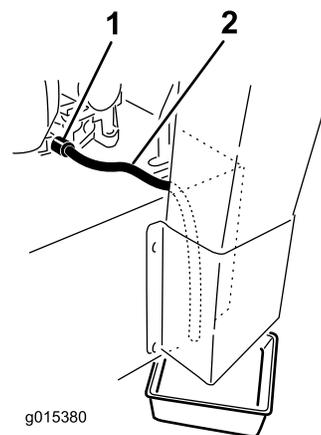

Figura 37
5. Collocate una bacinella sotto il tubo di spurgo. Girate la valvola di spurgo dell'olio per lasciar defluire l'olio (Figura 37).